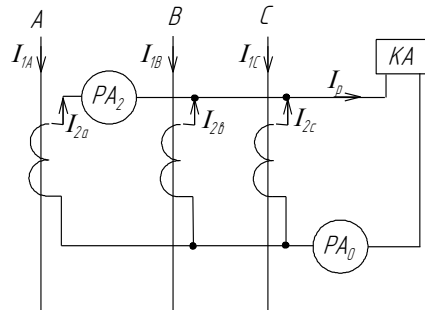

Рис.2. Трехтрансформаторная схема соединения трансформаторов тока в фильтр токов нулевой последовательности.
6. Для ЛЭП с двухсторонним питанием, по исходным данным, приведенным на рис. 2, рассчитать токи срабатывания, максимальных фазных отсечек без выдержки времени. $k_{\text{зан}} = 1,2$.